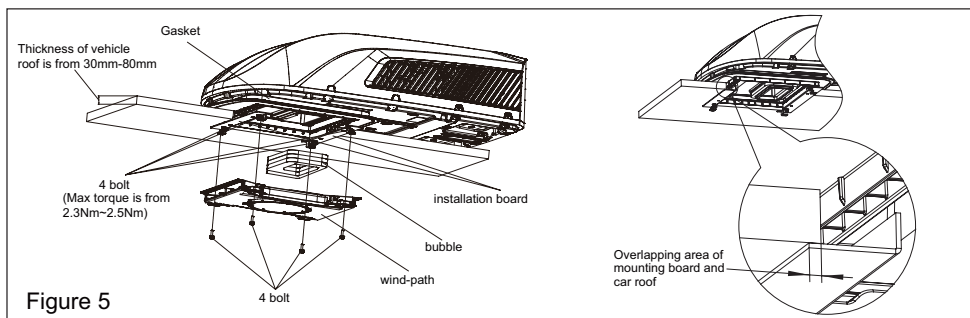

Figure 5
3. Sie können dazu ein automatisches Werkzeug verwenden. Ziehen Sie die Schrauben nacheinander stufenweise fest, um zu verhindern, dass die Schraubenköpfe sich verklemmen. Bei der Montage der Halterungen sollten die Schraublöcher der 4 langen Schrauben an den 4 Löchern des Adapters ausgerichtet werden. Außerdem sollten die Halterungen mit der Fahrzeugdecke überlappen (siehe Abbildung 5).
3. Heben Sie dann das Außengerät auf das Dach des Fahrzeugs und richten Sie es an der Öffnung auf der Oberseite des Fahrzeugs aus. Verwenden Sie 2 Befestigungsplatten und vier Schrauben, um das Außengerät zu befestigen (Siehe Abb. 5).
6. Installieren Sie die Schaumstoffbaugruppe am Lüftungskanal. Befestigen Sie den Lüftungskanal mit 4 Schrauben an der Befestigungsplatte. Nachdem Sie das Außengerät an das Innengerät angeschlossen haben, sehen Sie nach, ob sich die Schaumstoff-Baugruppe gelöst hat (Siehe Abb. 5).